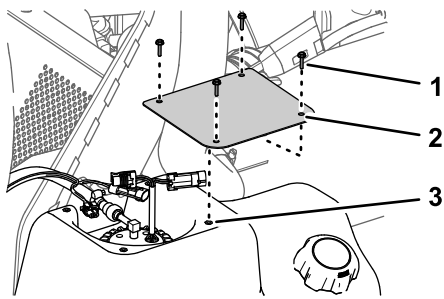

Bild 89
1. Befestigen Sie die Abdeckung mit den vier Schrauben (Nr. 10 x 3/4"), die Sie in Schritt 2 von Entfernen der Abdeckung der Kraftstoffpumpe (Seite 66) entfernt haben, am Tank (Bild 89).